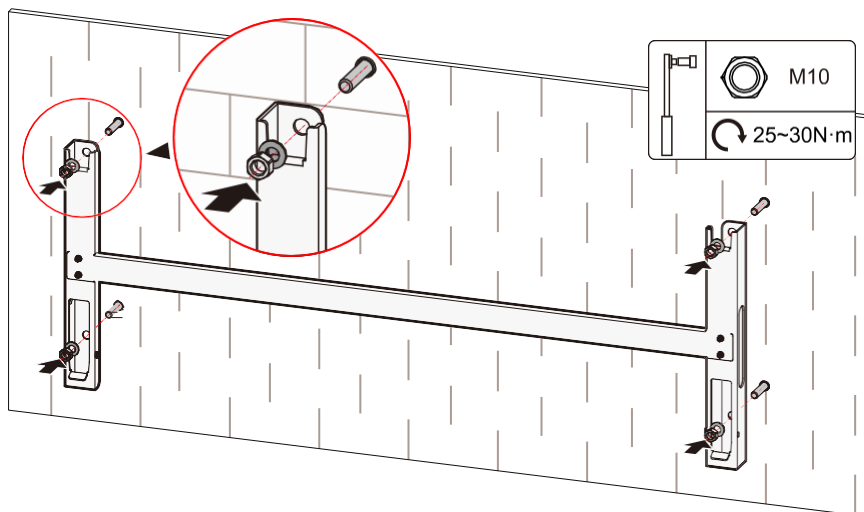

Figura 3-23 Fixação do apoio de instalação
- Etapa 5 Instale o apoio de instalação. Fixe o apoio de instalação aos parafusos de expansão, coloque as arruelas planas, as arruelas de pressão e as porcas, e depois aperte as porcas no sentido horário com uma chave inglesa, como mostrado na Figura 3-23.